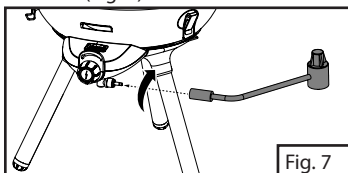

Fig. 7
2. Attachez le détendeur en le vissant sur le raccord fileté sous le bouton de commande. Tournez le collier du détendeur dans le sens horaire jusqu'à ce qu'il soit bien serré (Fig. 7).